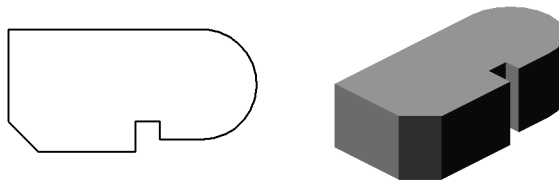

Рис. 83.3. Эскиз и элемент, образованный операцией выдавливания
- ▼ **Выдавливание** эскиза в направлении, перпендикулярном его плоскости (рис. 83.3).